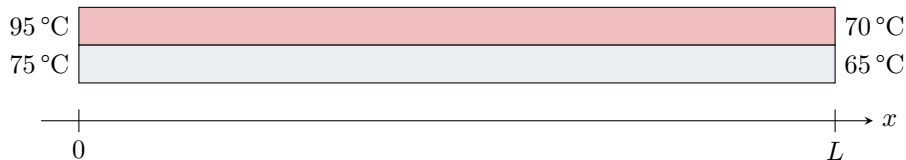

Figure 12 – Schéma de principe de l'échangeur à contre-courant.
- 1 - Par étude des températures limites, identifier sur la figure 12 le fluide chaud, le fluide froid, et leur sens d'écoulement.